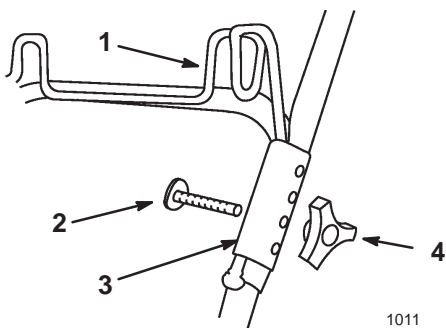

Figure 44
9. Enlevez le bouton et le boulon de fixation des parties inférieure et supérieure du mancheron (Fig. 44).
- Enlevez les boulons et les boutons de fixation du collier sur les moitiés du mancheron (Fig. 44).